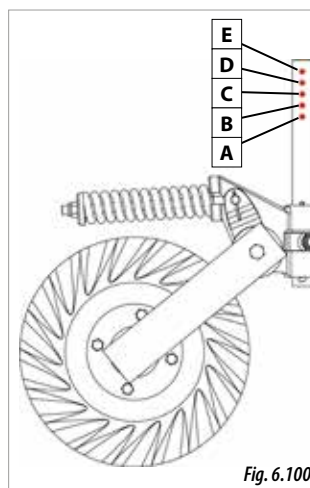
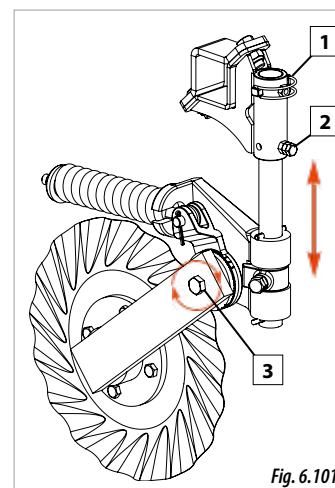

Fig. 6.100
Fig. 6.101
- 1- **Scoateți** boltul (1, Fig. 6.101).
- 2- **Slăbiți** (2, Fig. 6.101).
- 4- Puneți boltul (1, Fig. 6.101) în gaura dorită (Fig. 6.100) pentru a fixa poziția.
- 1- Slăbiți șurubul de susținere a discurilor (3, Fig. 6.101).
- 3- Fixați șurubul de fixare (3, Fig. 6.101).